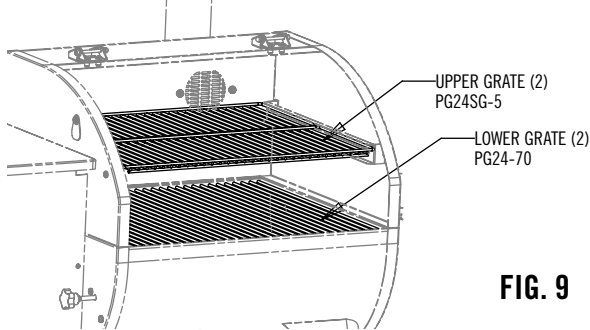

FIG. 9
1. Placer la grille de cuisson et la grille facultative de conservation au chaud comme indiqué à la Fig. 9.